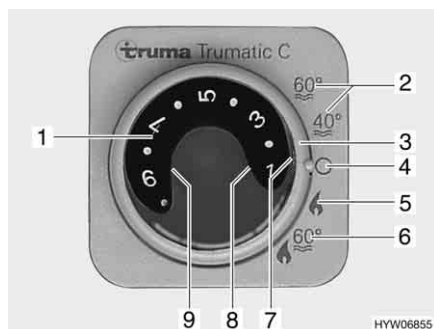

Fig. 154 Centralina di controllo per riscaldamento/boiler
- Impostare la modalità di funzionamento tramite l'interruttore girevole (Fig. 154,3).
A seconda della temperatura ambiente desiderata, il riscaldamento seleziona automaticamente il livello del bruciatore necessario. Al raggiungimento della temperatura ambiente desiderata, il bruciatore si spegne. Durante la modalità di funzionamento "Riscaldamento e boiler" (Fig. 154,6) è riscaldata anche l'acqua nel boiler. Nella modalità di funzionamento "Riscaldamento senza boiler" (Fig. 154,5) è possibile far funzionare il riscaldamento con il boiler vuoto.
- Impostare la manopola della temperatura (Fig. 154,1) sulla centralina di controllo scegliendo la potenza desiderata.
- Posizionare l'interruttore girevole (Fig. 154,3) su funzionamento invernale "Riscaldamento senza boiler" (Fig. 154,5) o "Riscaldamento e boiler" (Fig. 154,6).
Si accende la spia verde di controllo (Fig. 154,7).
- Posizionare l'interruttore girevole (Fig. 154,3) su "O" (Fig. 154,4).
La combinazione funzionamento a gas e funzionamento elettrico a 230 V diminuisce il tempo di riscaldamento (è possibile solo se il riscaldamento viene impostato sulla centralina di controllo (Fig. 154) su funzionamento invernale).